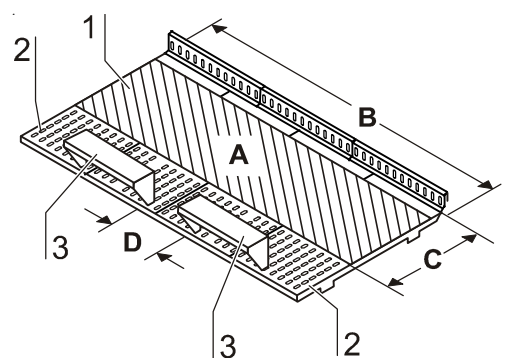

Abb. 9
**Abb. 9:** Der Arbeitsbereich A für optimalen Produktschutz erstreckt sich über die gesamte Breite B und die Tiefe C der Arbeitsplatte [1]. Die beiden Armstützen [3] werden in einem Abstand D (20 cm) voneinander, mittig zum Arbeitsbereich positioniert. Zur Befestigung werden die Armstützen in die jeweils erste Lochreihe [2] der Arbeitsplatte gesteckt.